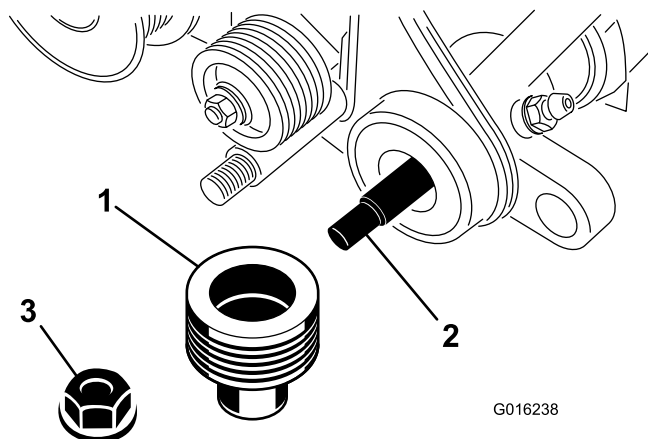

Рисунок 34
6. Снимите контргайку с буртиком, которая крепит ведомый шкив на конце вала механической щетки (Рисунок 34). Снимите шкив.